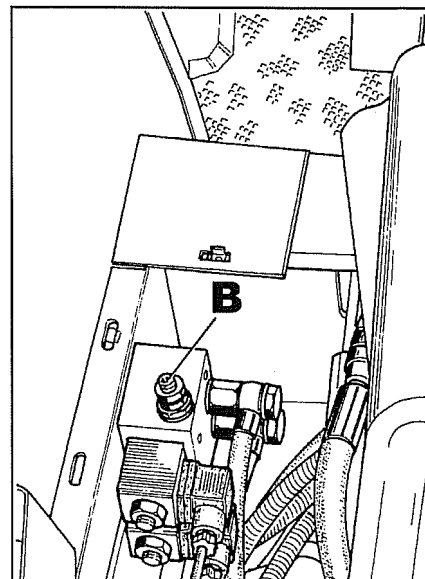

Fig. 14
- 20 Dar pressão ao circuito enroscando o parafuso sem cabeça **B** da válvula fig. 14.